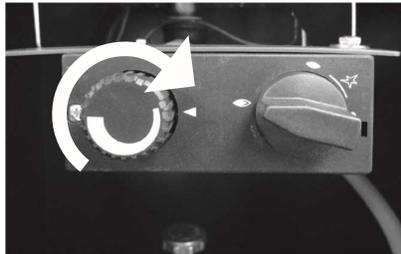

Abb. 8
2. Für eine kleinere Gasflamme drehen Sie den Knopf nach rechts (Abb. 8), im Uhrzeigersinn.